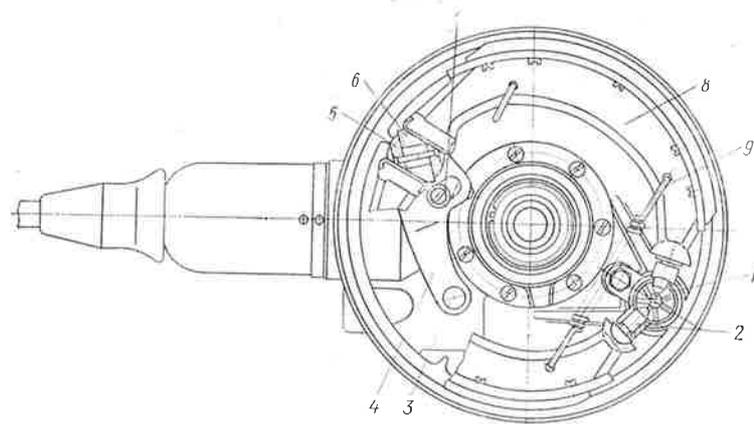

Рис. 28. Тормоз заднего колеса:
**Тормоз заднего колеса.** Тормозные колодки 8 (рис. 28) опираются гнездами на головки толкателей 2, а нажимными пло-